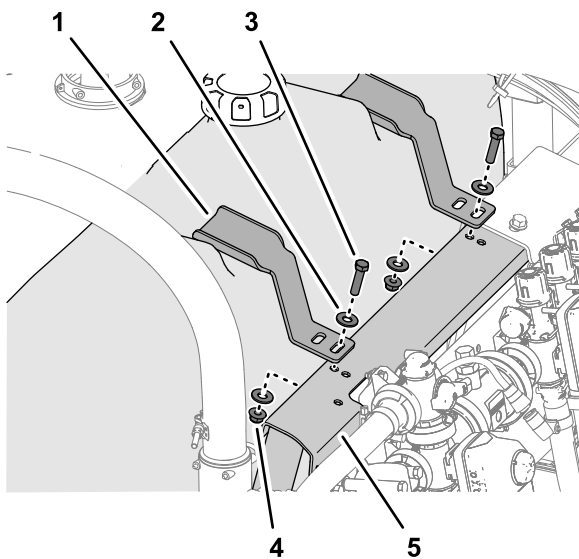

Figura 16
1. Alinee la pletina de sujeción con los limitadores moldeados en la parte superior del depósito de enjuague (Figura 16)
2. Alinee la ranura de la pletina de sujeción con el orificio del soporte de la válvula (Figura 16).
3. Monte provisionalmente la pletina de sujeción en el soporte de la válvula (Figura 16) con un perno ($\frac{3}{8}$ " \times $1\frac{1}{2}$ "), 2 arandelas ($\frac{3}{8}$ ") y una contratuerca con arandela prensada ($\frac{3}{8}$ ") que retiró en Retirada del depósito de enjuague (página 6).
4. Repita los pasos 1 a 3 con la otra pletina de sujeción en el otro hueco del depósito de enjuague (Figura 16).